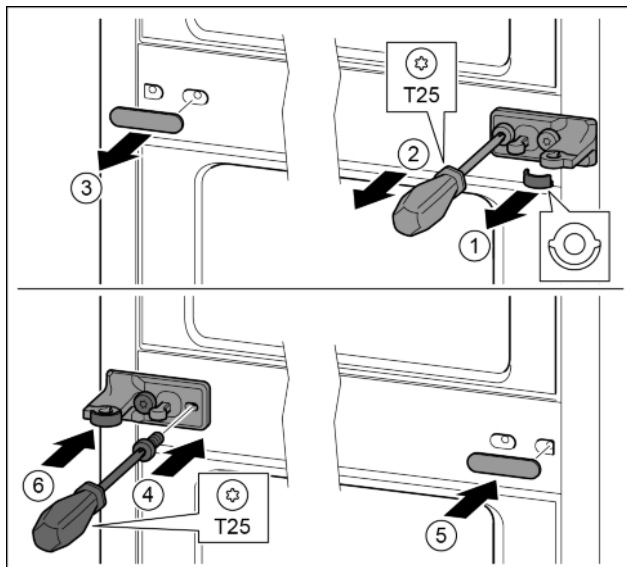

Fig. 29
- ▶ Vytiahnite podložku. Fig. 29 (1)
- ▶ Skrutkovačom T25 vyskrutkujte skrutky. Fig. 29 (2)
- ▶ Opatrne vytiahnite kryt. Fig. 29 (3)
- ▶ Ložiskovú konzolu s fóliou priskrutkujte otočenú o 180° na druhú stranu. Fig. 29 (4)
- ▶ Kryt pripevnite otočený o 180° na druhú stranu. Fig. 29 (5)
- ▶ Podložku nasuňte spredu. Fig. 29 (6)